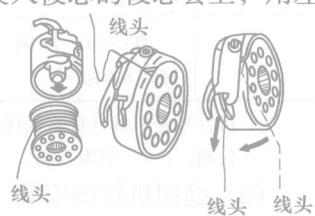

图 1-3 梭芯的安装
(4) 将梭芯装入梭芯套 将绕满底线的梭芯拉出 10cm 左右长的线头，装入梭芯套，如图 1-3 所示。将留出的线头嵌入梭芯套的缺口内，然后牵引线头使缝纫线滑过梭皮底面，并从梭皮的叉口处拉出。